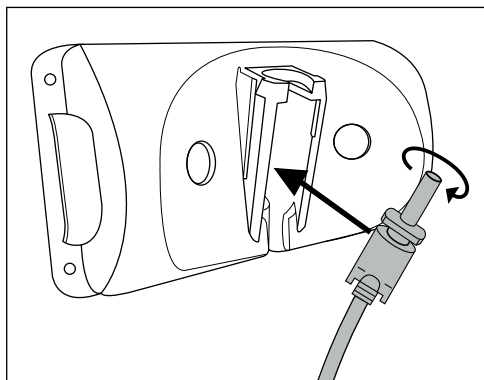

Fig. 1
- ▶ Assicurarsi che nella parete non si trovino linee di corrente o di altro tipo, ovvero tubi, prima di praticare i fori per il supporto a parete ③. La perforazione di una linea elettrica comporta pericolo di morte!
- 1) Inserire lo spinotto cavo ⑤ dell'alimentatore ④ nel supporto a parete ③ come descritto nella seguente illustrazione. Fissare lo spinotto cavo ⑤ ruotandolo (vedere fig. 1).